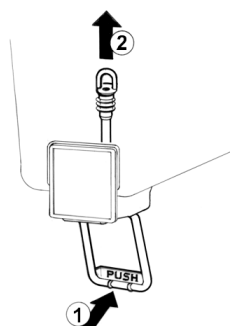

figura 2
- 5 **Rubinetto a gommino:** premere (1) la leva comando rubinetto e sfilare (2) il gommino dal foro d'uscita del contenitore (vedere figura 2).